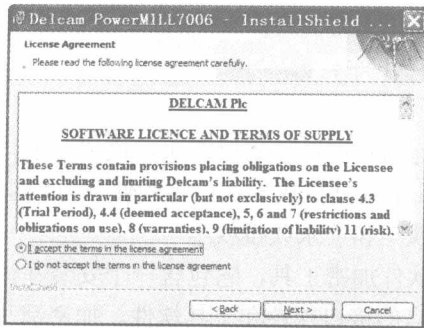

图 1-4 许可协议对话框
(3) 单击 Next 按钮，出现如图 1-4 所示对话框，进行到许可协议对话框，选择“I accept the terms in the license agreement”选项。